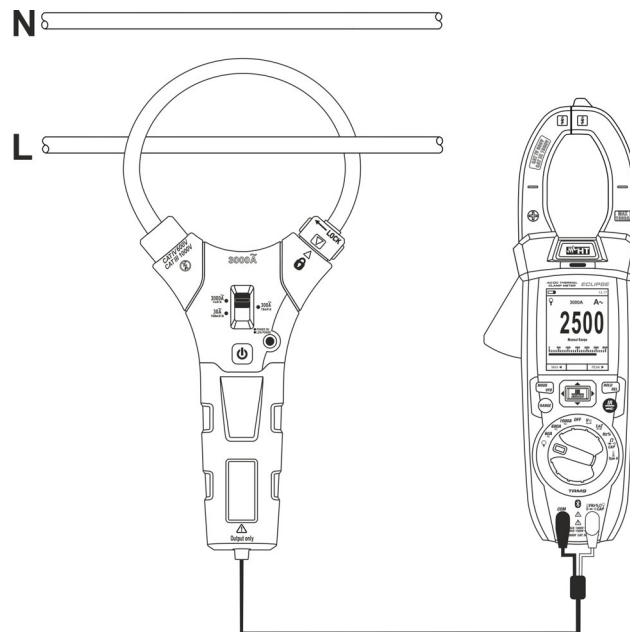

Abb. 34: Verwendung des Geräts für AC/DC Strommessung mit Strommesszange
5. Verbinden Sie die rote Anschlussleitung der Zange mit der Eingangsbuchse und die schwarze Anschlussleitung mit der Eingangsbuchse **COM** (siehe Abb. 34). Der Stromwert erscheint auf dem Display. Für Standard-Strommesszangen (siehe § 8) mit Hypertac Verbinder verwenden Sie den optionalen Adapter NOCANBA. Für Informationen über die Verwendung der Strommesszangen beziehen Sie sich bitte auf die entsprechende Bedienungsanleitung